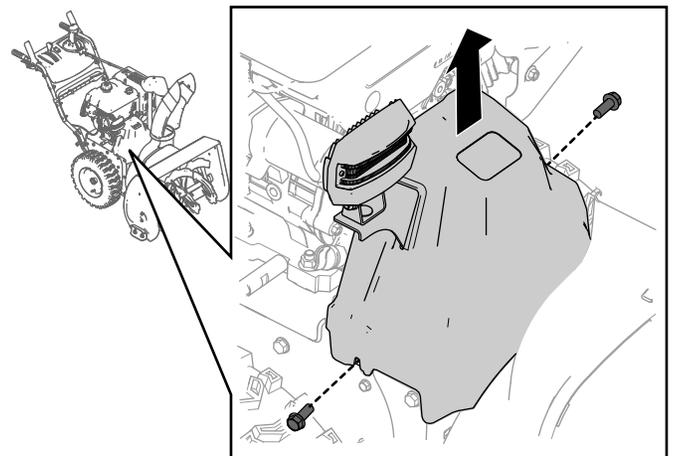

Bild 25
- Entfernen Sie die beiden Schrauben, die die Riemenabdeckung halten (Bild 25).
- Entfernen Sie die Riemenabdeckung (Bild 25).